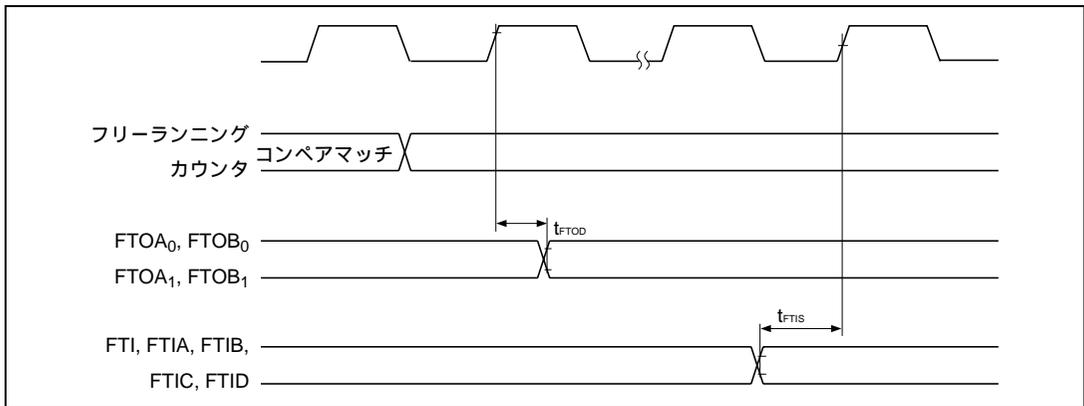
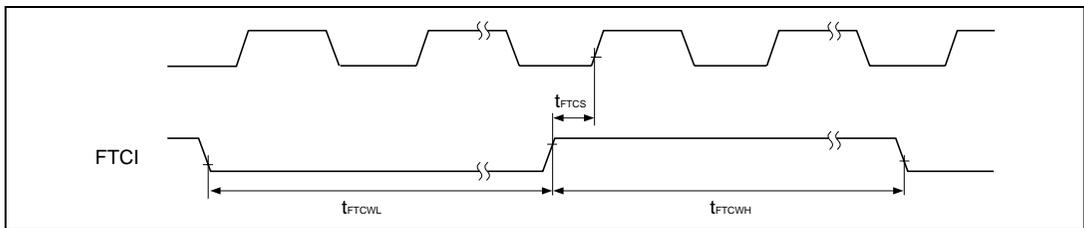

図 19.10 フリーランニングタイマ入出力タイミング
図 19.11 フリーランニングタイマ外部クロック入力タイミング
19.3.3 16 ビットフリーランニングタイマタイミング	図 19.10、図 19.11